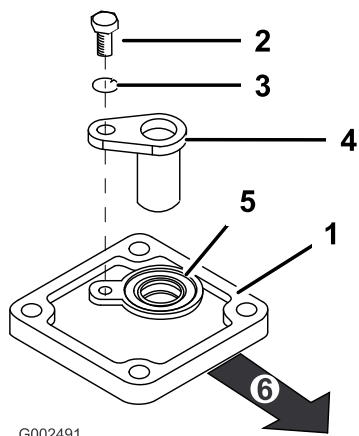

Figure 6
3. Montez l'ensemble couvercle neuf sur la boîte-pont à l'aide des quatre boulons retirés à l'étape 1 (Figure 6). Pour monter correctement le couvercle, tournez le joint vers le haut et vers le côté gauche du véhicule.
- Montez le capteur de dent d'engrenage à l'aide de la vis (M6 x 1,00 x 12) et de la rondelle élastique (M6), comme illustré à la Figure 6.